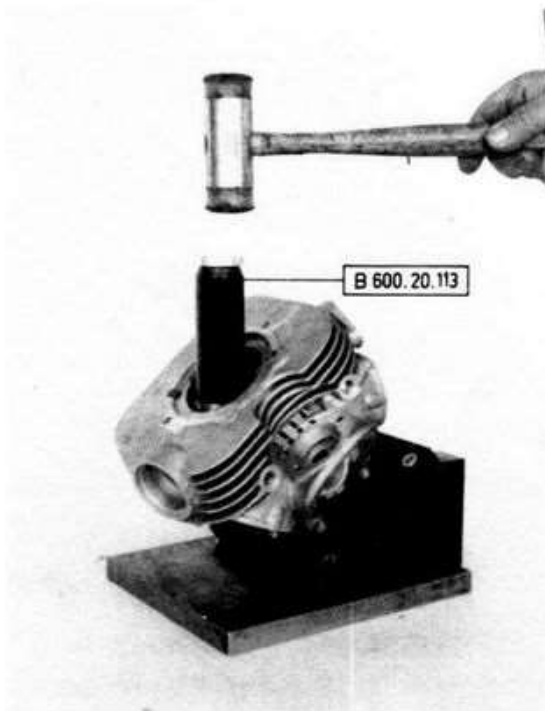

Fig. 14
- Mittels einem Montagewerkzeug nach untenstehender Fig. 14, den Ventilsitz einsetzen
- Monter le siège au moyen d'un dispositif de pose selon fig. 14 ci-dessous